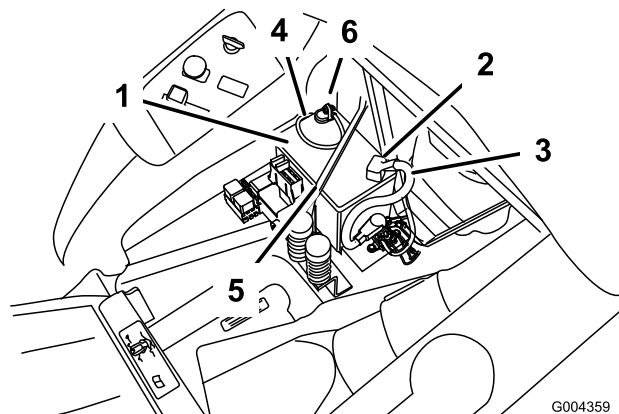

Figura 43
4. Staccate il cavo negativo (nero) di terra dal polo della batteria (Figura 43).
5. Infilate il cappuccio di gomma sul cavo positivo (rosso) della batteria. Staccate il cavo positivo (rosso) dal polo della batteria (Figura 43).
6. Togliete il dispositivo di fissaggio della batteria (Figura 43) e togliete la batteria dal vassoio.
1. Posizionate la batteria nel vassoio con i poli dei morsetti lontano dalla plancia (Figura 43).
4. Fissate i cavi con due bulloni (6,3 x 19 mm), rondelle (6,3 mm) e dadi (6,3 mm) (Figura 43).
6. Fissate la batteria con l'apposito dispositivo (Figura 43).